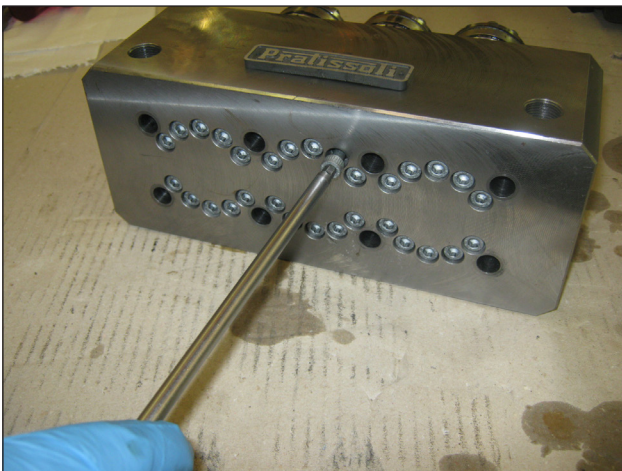
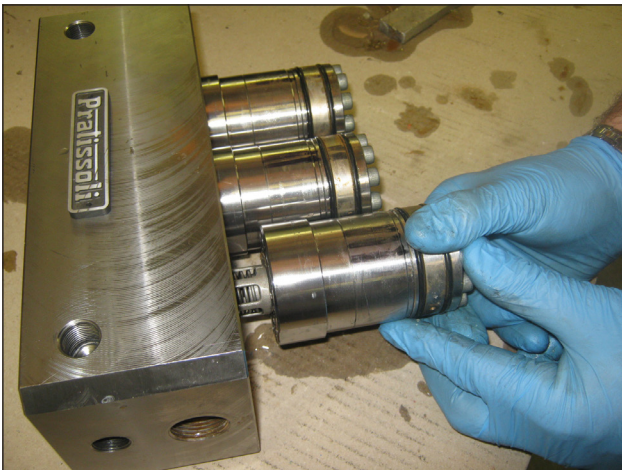

Abb. 21
Abb. 22
- Lösen Sie die Befestigungsschrauben M6x75 der Buchsen am Kopf wie in Abb. 21 gezeigt und gehen Sie dann gemäß Abb. 22 vor.